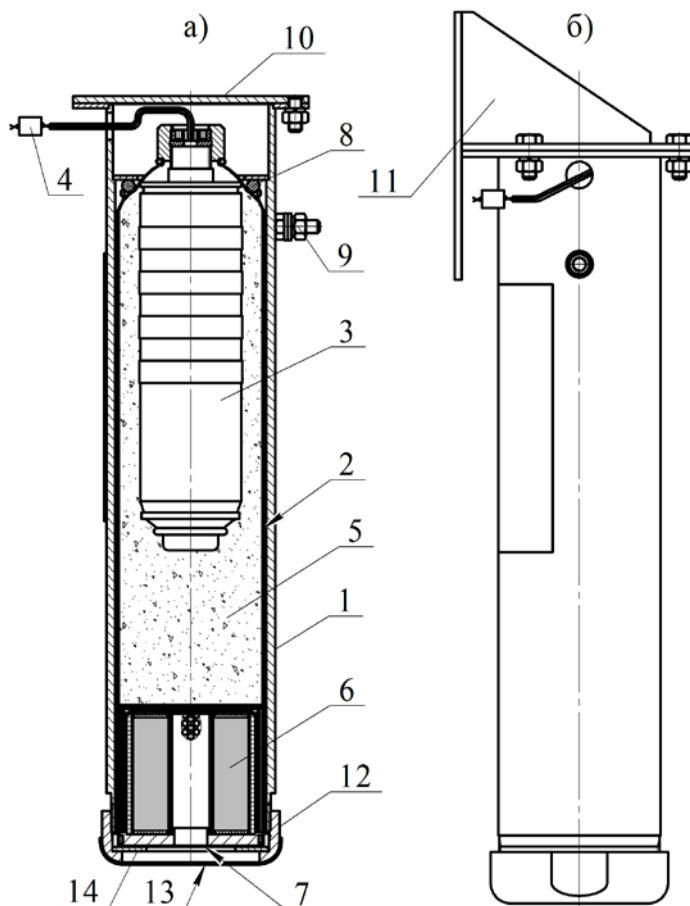
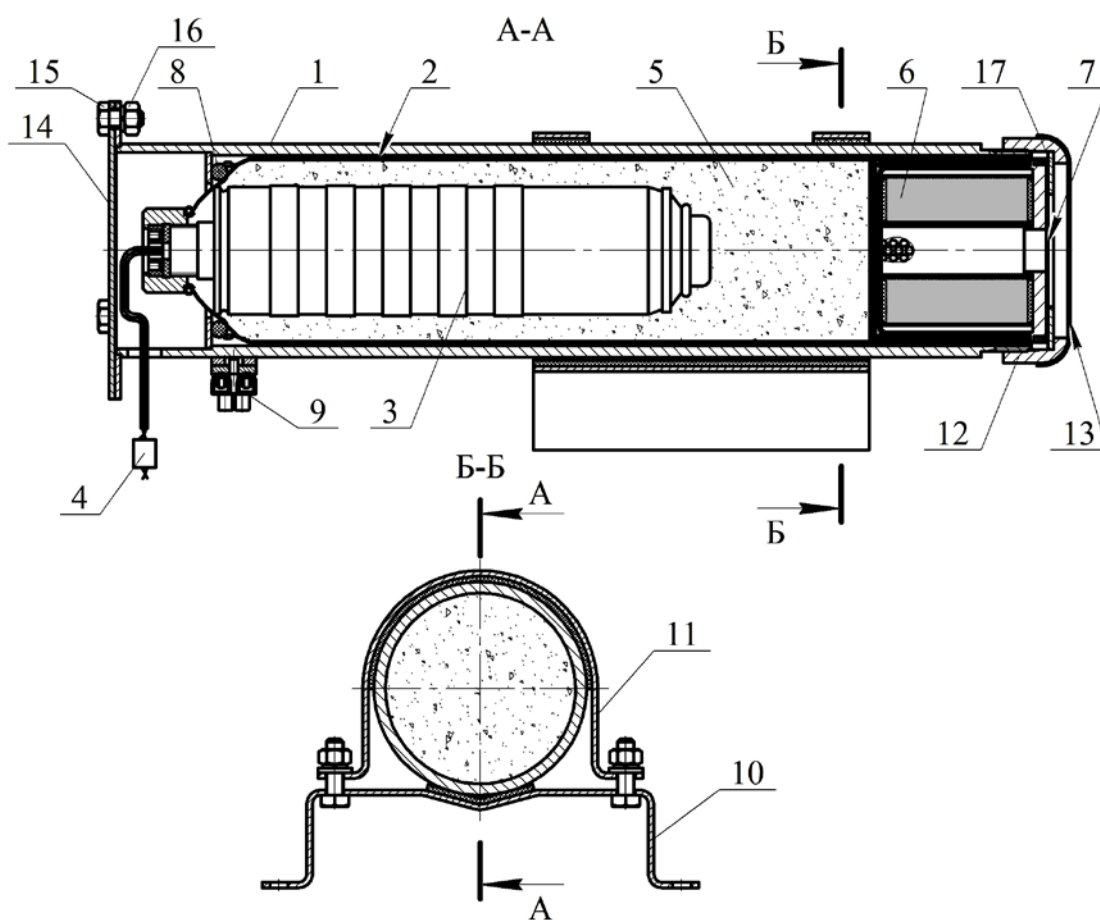

Рисунок 1
Рисунок 2
4.1.1 ГППТ (см. рисунок 1) состоит из корпуса **1**, в котором размещен сменный картридж **2**, содержащий газогенерирующий элемент **3** с элементом электропусковым **4**.
Свободный объем корпуса картриджа **2** заполнен таблетками охладителя **5**. Для очистки огнетушащего газового вещества от механических примесей в картридже установлен фильтр-сепаратор **6**. Выходное отверстие фильтра-сепаратора заглушено самоклеющейся пленкой ПВХ **7**. Для компенсации воздействия вибрации между картриджем **2** и крышкой корпуса **1** установлено резиновое кольцо **8**. Генератор имеет заземляющий зажим **9**. В верхней части ГППТ снабжен кронштейном **10** для крепления к потолочному перекрытию (рисунок 1а) или кронштейном **11** для крепления к стене (рисунок 1б). Для исключения разрушения самоклеющейся пленки ПВХ **7** при транспортировании, хранении и монтаже отверстие гайки **12** заглушено самоклеющейся пленкой **13**, которая снимается после монтажа изделия на объекте.
4.2.1 ГГПТ (см. рисунок 2) конструктивно практически не отличается от генератора по рисунку 1 за исключением кронштейна для его крепления к несущей поверхности. Также как ГГПТ по рисунку 1 генератор для транспортных средств состоит из корпуса **1**, в котором размещен сменный картридж **2**, содержащий газогенерирующий элемент **3** с элементом электропусковым **4**. Свободный объем корпуса картриджа **2** заполнен таблетками охладителя **5**. Для очистки огнетушащего газового вещества от механических примесей в картридже установлен фильтр - сепаратор **6**. Выходное отверстие фильтра-сепаратора заглушено самоклеющейся пленкой ПВХ **7**. Для компенсации воздействия вибрации между картриджем **2** и крышкой корпуса **1** установлено резиновое кольцо **8**. Для соединения пусковой линии с элементом электропусковым **4** на корпусе ГГПТ установлена соединительная коробка (зажим контактный винтовой) **9**. ГГПТ снабжён кронштейном **10**, к которому при помощи двух хомутов **11** поджат генератор. Для компенсации воздействия вибрации на корпус ГГПТ контактные с ГГПТ поверхности кронштейна **10** и хомута **11** оснащены резиновыми прокладками. Для исключения разрушения самоклеющейся пленки ПВХ **7** при транспортировании, хранении и монтаже отверстие гайки **12** заглушено самоклеющейся пленкой **13**, которая снимается после монтажа изделия на объекте.
6.1 Извлечь ГППТ из упаковки, произвести визуальный осмотр целостности корпуса. Снять с ГППТ кронштейн **10** (см. рисунок 1а), или кронштейн **11** (см. рисунок 1б), или крышку **12** (см. рисунок 2).
6.2 Закрепить кронштейн **10** (см. рисунок 1а), или кронштейн **11**, (см. рисунок 1б), или кронштейн **10** (см. рисунок 2) на потолке, стене, полу или иной несущей
6.3.1 Монтаж ГППТ, предназначенного для эксплуатации на стационарных объектах. Соединить оголенные концы выводов элемента электропускового **4** (см. рисунок 1) с пусковой линией. Состыковать ГППТ с кронштейном **10** или **11** и закрепить соединение гайками.
6.3.2 Монтаж ГППТ, предназначенного для эксплуатации на транспортных средствах. Соединить в коробке **9** (см. рисунок 2) оголенные концы выводов элемента электропускового **4** с пусковой линией. Установить крышку **14** на корпус **1** и закрепить путем скручивания болтов **15** с гайками **16**. Установить ГППТ в кронштейне **10** и закрепить хомутом **11** при помощи соединений болт – гайка.
7.3 При эксплуатации ГПТ на транспортных средствах один раз в месяц внешним осмотром проверяется целостность корпуса ГПТ, перекрытие самоклеющейся пленкой ПВХ выходного отверстия картриджа ГПТ, надежность соединения проводов элементов электропусковых **4** (см. рисунок 2) с проводами цепи запуска ГПТ в соединительной коробке **14**, а также отсутствие обрывов проводов цепи запуска, внешних повреждений их изоляции и мест соединений. При ослабленной затяжке крепления ГПТ произвести подтяжку. Корпус ГПТ периодически очищать от пыли и грязи увлажненной ветошью.
- отстыковать ГПТ от кронштейна **10** или **11** (см. рисунок 1) и перенести генератор в комнату сборки;
- извлечь из кронштейна **10** (см. рисунок 2), скрутив гайки **16** с болтов **15**, снять с ГППТ крышку **14**, отсоединить пусковой кабель и перенести генератор в комнату сборки;